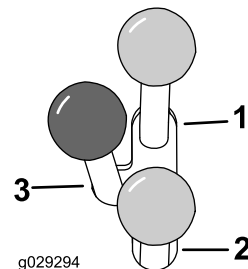

図 12
- 油圧アタッチメントを正転前転させるときは、補助油圧レバーを前へ押します 図 12。
- 油圧アタッチメントを逆転後転させるときは、補助油圧レバーを後へ押します 図 12。
**注** 前進位置や後退位置でレバーから手を離すと、レバーは自動的にニュートラル位置に戻ります 図 12。